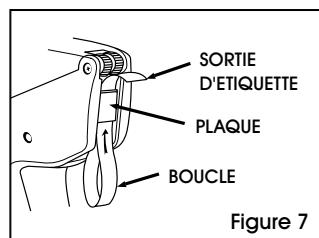

Figure 7
- Faites glisser la bande d'étiquettes sous la plaque et tirez-la au travers jusqu'à ce que la boucle soit supprimée. (Voir figure 7)